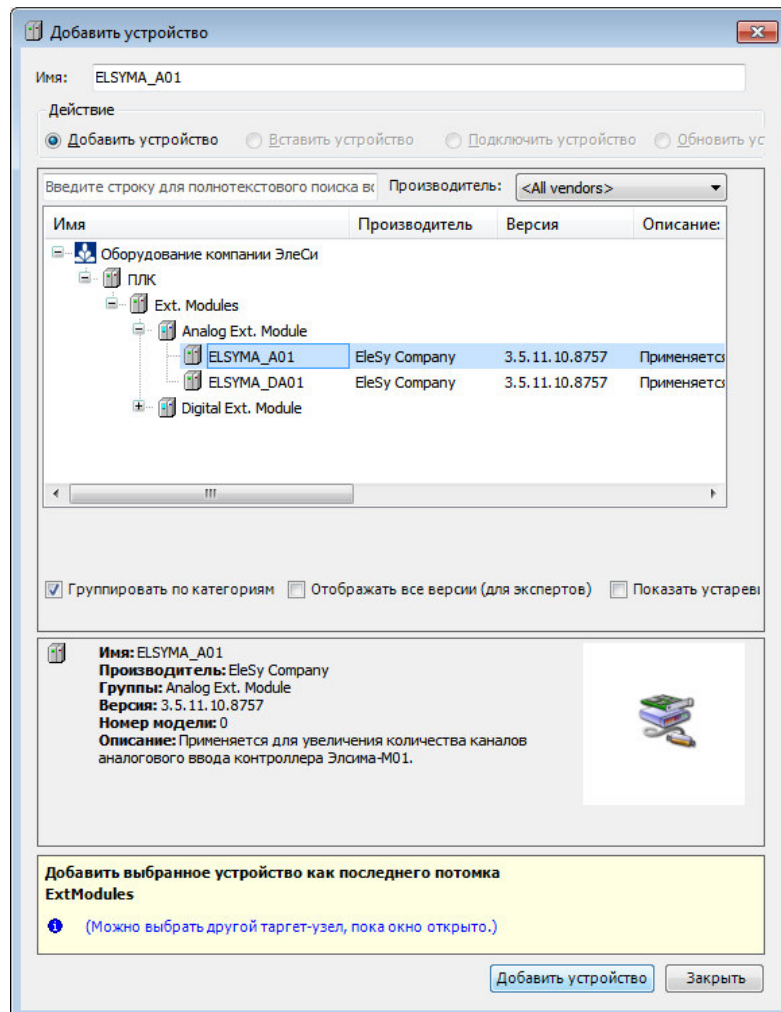

Рисунок 3.7 – Окно добавления устройств. Добавление аналогового модуля
4. Кликнуть правой кнопкой мыши по узлу *ExtModules* (находится в *ELSYMA\_M01*) и выбрать команду «*Добавить устройство...*» (рисунок 3.7). В поле **Производитель:** следует выбрать *EleSy Company*, выбрать устройство *ELSYMA\_A01* и нажать кнопку «*Добавить устройство...*».